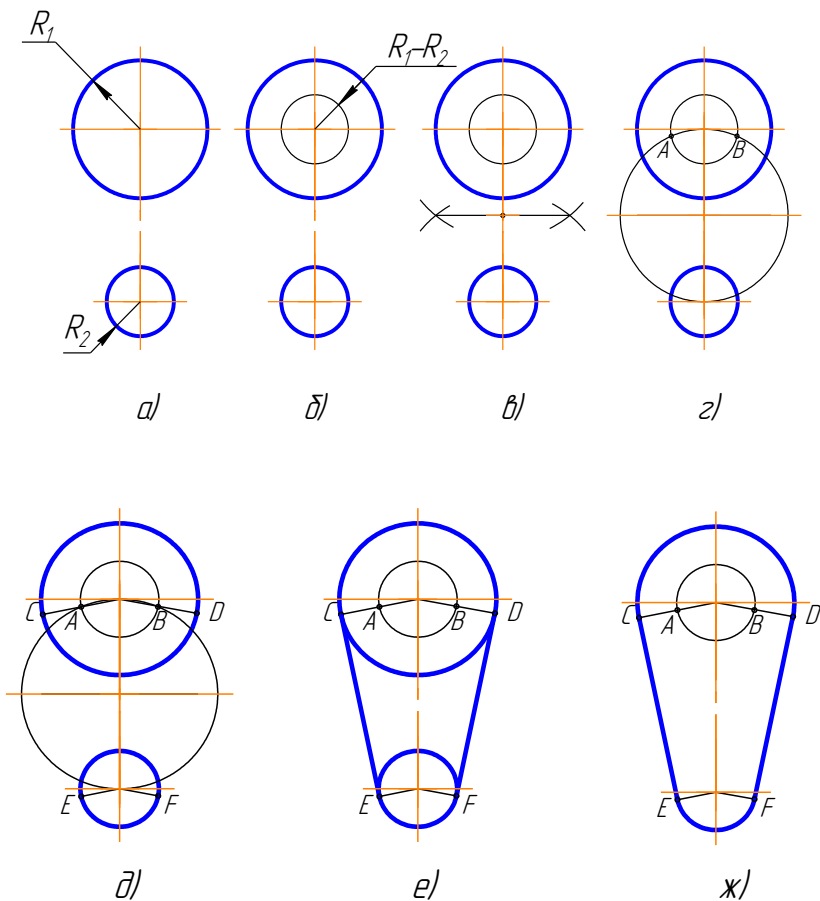

Рисунок 3.16 – Построение внешней касательной к двум окружностям
Последовательность построения следующая, (рисунок 3.16):
1. Из центра большей заданной окружности проводим окружность радиусом равным $R_1 - R_2$, (рисунок 3.16, б);
3. Находим точки пересечения этих окружностей А и В, (рисунок 3.16, г);
4. Через центр заданной большей окружности и точки А и В проводим линии до окружности большего радиуса. Получаем точки С и D, (рисунок 3.16, д);
5. Из центра меньшей окружности проводим прямые, параллельные прямым, построенным в пункте 4, получаем точки Е и F, (рисунок 3.16, д);
6. Точки С, Е и точки D, F соединяем прямыми. Они расположены касательно к заданным окружностям, (рисунок 3.16, е).